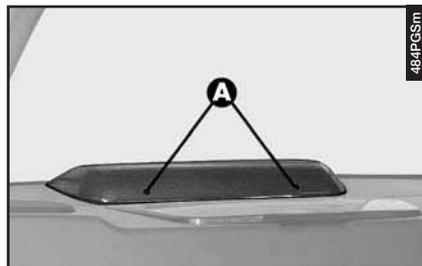

fig. 63
– Togliere i tappi in gomma (A-fig. 63).
– Rimontare i tappi in gomma (A-fig. 63).